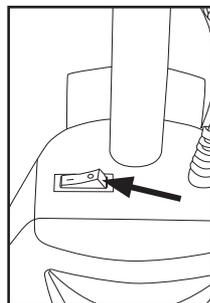

Fig. 5
1. Para encender la aspiradora, presione el interruptor ubicado en el compartimento de polvo de modo que quede en la posición (I) (Fig. 5).
2. Para apagar la aspiradora, presione el interruptor ubicado en el compartimento de polvo de modo que quede en la posición (O).